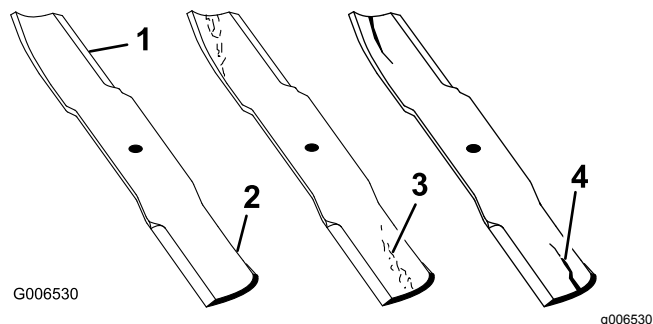

Figura 45
1. Inspeccione los filos de corte (Figura 45). Si los bordes no están afilados o tienen mellas, retire las cuchillas y afílelas; consulte Cómo afilar las cuchillas.
2. Inspeccione las cuchillas, especialmente la parte curva (Figura 45). Si observa daños,
desgaste o la formación de una ranura en esta zona (Figura 45, 3 y 4), instale inmediatamente una cuchilla nueva.